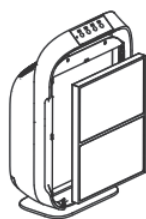

Abb. 3
4. Nehmen Sie den HEPA - Filter (3) heraus (Abb.3).